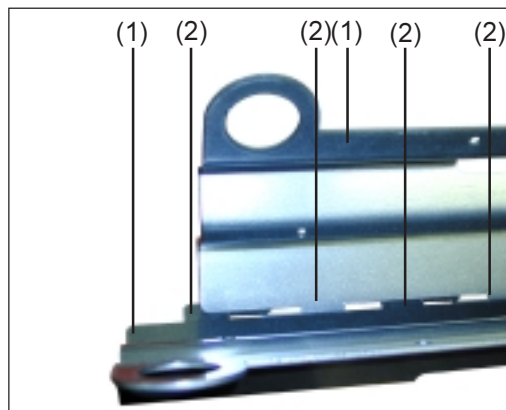
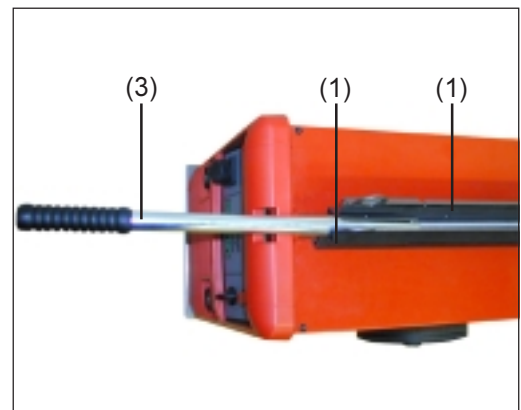

Abb.20 Griffbleche einrasten lassen
Abb.21 Griffbleche und Griffrohr
**HINWEIS!** Beim Aneinanderfügen der beiden Griffbleche (1) darauf achten, dass die Arretierungen (2), an der Unterseite der Griffbleche (1), vollständig einrasten (Abb.20 und Abb.21).
1. Am Griff der Stromquelle (4), Griffbleche (1) mittels Arretierungen (2) aneinander einrasten lassen (Abb.20 und Abb.21)
2. Splint (8) des Griffrohres (3) in die Führungen (6) beider Griffbleche einsetzen
**HINWEIS!** Zur Fixierung der Griffbleche (1) an der Oberseite jeweils zwei Schrauben Extrude-Tite an einer Seite (5) und zwei Schrauben Extrude-Tite an der anderen Seite (7) ansetzen, sodass sich die Schraubenköpfe jeweils an der Seite mit der größeren Bohrung befinden.
3. Griffbleche (1) mittels vier Schrauben Extrude-Tite (5) und (7) an der Oberseite aneinander fixieren
**HINWEIS!** Zur Fixierung der beiden Griffbleche (1) in der Mitte, jeweils zwei Schrauben Extrude-Tite an einer Seite (9) und zwei Schrauben Extrude-Tite an der anderen Seite (10) ansetzen, sodass sich die Schraubenköpfe jeweils an der Seite mit der größeren Bohrung befinden.
4. Griffbleche (1) mittels vier Schrauben Extrude-Tite (9) und (10) in der Mitte aneinander fixieren